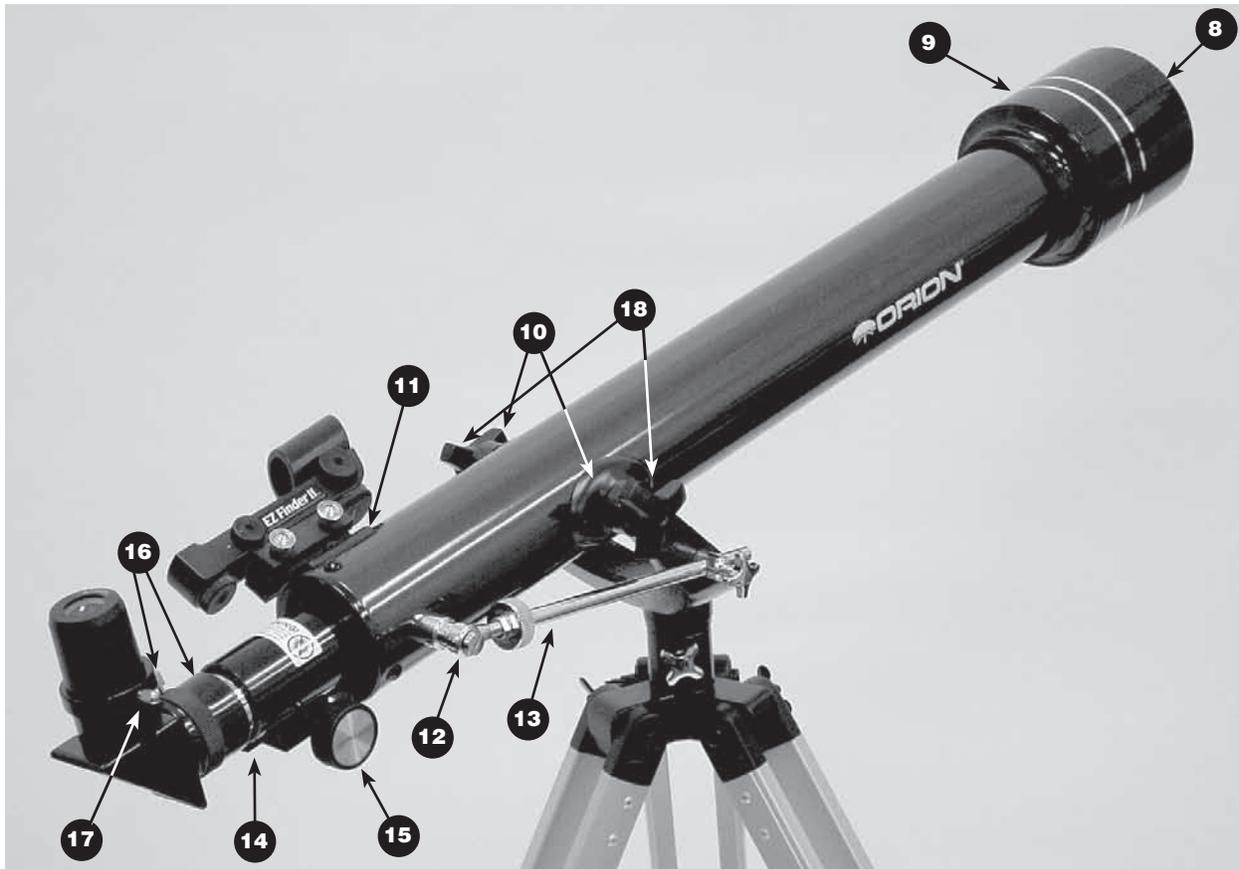
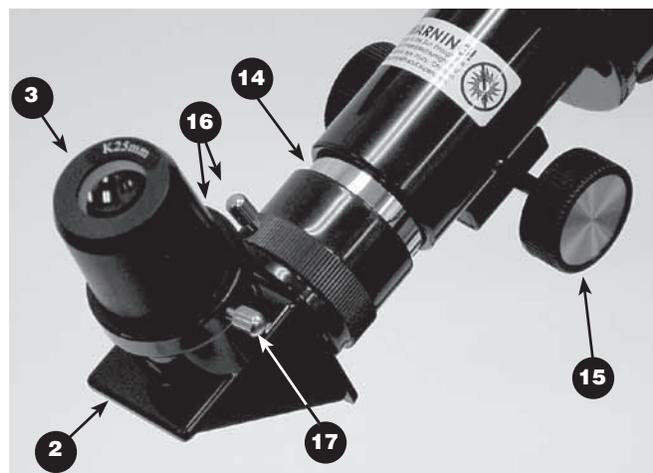
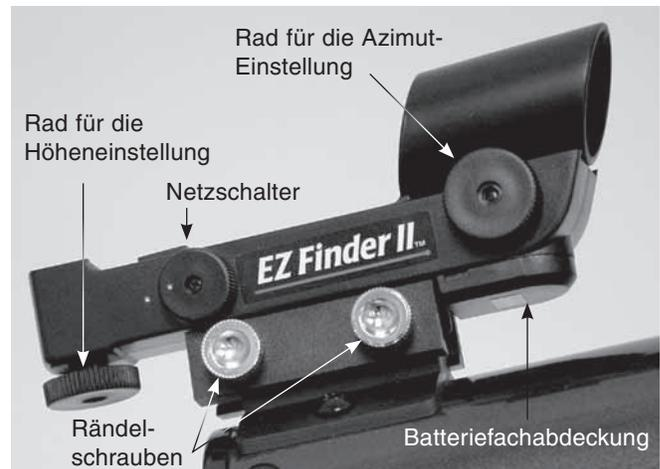

Abbildung 2a. Komponenten des Optikrohrs
Abbildung 2b. Detailansicht des Fokussierers am Observer 60-Teleskop
Abbildung 6. Das EZ Finder II-Reflexvisier
In Abbildung 2a wird das Optikrohr mit seinen verschiedenen Komponenten im Detail dargestellt. Zum besseren Verständnis ist das Optikrohr zusammen mit der Montierung abgebildet. Abbildung 2b zeigt eine stärker vergrößerte Nahaufnahme des Fokussierers.
7. Befestigen Sie das EZ Finder II-Reflexvisier (4) an der Halterung (11). Lockern Sie die beiden Schrauben zur Befestigung des EZ Finder II-Reflexvisiers (Abbildung 6), und schieben Sie es in die Halterung. Ziehen Sie die beiden Schrauben wieder fest. Das Ausrichten des EZ Finder II-Reflexvisiers findet erst später statt. Lesen Sie dazu den Abschnitt „Erste Schritte“.
8. Setzen Sie die Chrom-Steckhülse des 90°-Zenitspiegels (2) in den Okularauszug des Fokussierers (14) ein. Fixieren Sie den Zenitspiegel mit den Rändelschrauben zur Befestigung des Zenitspiegels (16).
9. Setzen Sie die Chrom-Steckhülse des Kellner-Okulars mit 25 mm (3) in den 90°-Zenitspiegel ein. Fixieren Sie das Okular mit der Rändelschraube zur Befestigung des Okulars (17). In Abbildung 2b sehen Sie einen korrekt montierten Zenitspiegel mitsamt Okular.
Das EZ Finder II-Reflexvisier (Abbildung 6) projiziert einen winzigen roten Punkt auf eine Linse an der Vorderseite des Instruments. Wenn Sie durch das EZ Finder II-Reflexvisier schauen, scheint der rote Punkt im Raum zu schweben, sodass Sie selbst schwach leuchtende Weltraumobjekte lokalisieren können. Der rote Punkt wird nicht durch einen Laserstrahl, sondern durch eine Leuchtdiode (LED) in der Nähe der Rückseite des Visiers erzeugt. Eine austauschbare 3-Volt-Lithium-Batterie liefert die Energie für die Diode.
Sollte die Batterie jemals komplett entladen sein, können Sie in vielen Geschäften 3-Volt-Lithium-Batterien als Ersatz erwerben. Führen Sie zum Entfernen der alten Batterie einen kleinen flachen Schraubendreher in den Schlitz an der Batteriefachabdeckung (Abbildung 6), und öffnen Sie vorsichtig die Abdeckung. Ziehen Sie dann vorsichtig den Haltebügel zurück, und entnehmen Sie die alte Batterie. Achten Sie darauf, den Haltebügel nicht zu verbiegen. Schieben Sie dann die neue Batterie mit dem Pluspol (+) nach unten unter den Batteriekontakt, und bringen Sie die Abdeckung des Batteriefachs wieder an.